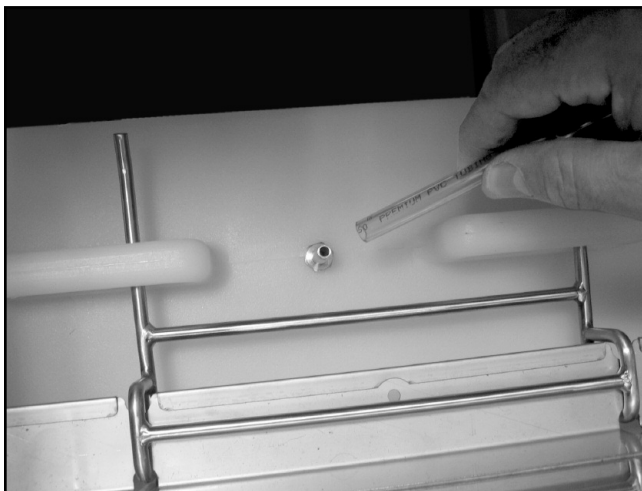

Fig. 52
12. Acheminer le conduit d'évacuation sur le séparateur central et l'attacher au raccord en laiton situé sur le dessus du réservoir d'eau. (Fig. 52 ou 53.)